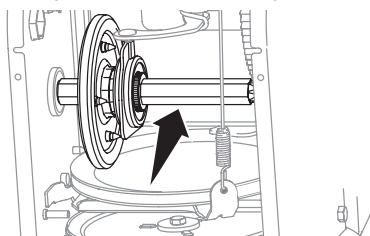

Figure 74
- Enduisez l'arbre hexagonal d'une mince couche de lubrifiant Bostik Regular Grade Never-Seez®. Voir (Figure 74).